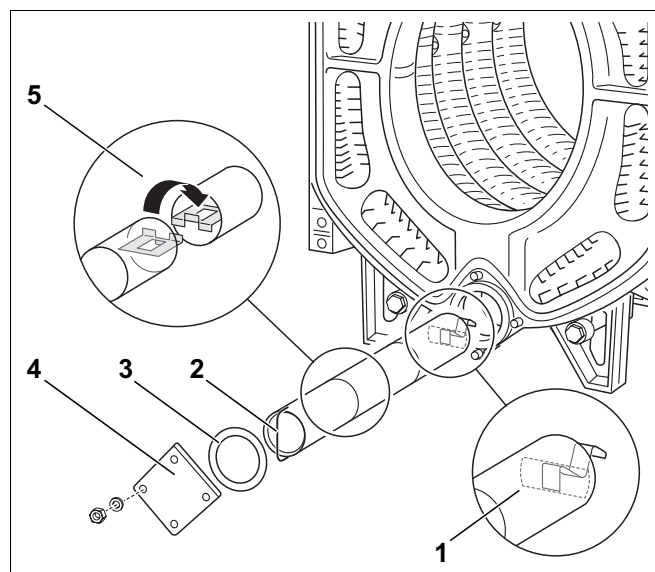

Fig. 23
- Skyv **først sperrerørelementet med fjær (L3)** inn i det nedre kjelnavet (fig. 23, **pos. 1**).
- Sett sammen de andre sperrerørelementene (L2) som vist i detaljtegningen (fig. 23, **pos. 5**).
- Som siste sperrerørelement skal elementet med håndtakdelen (L1) settes på (fig. 23, **pos. 2**).
- Steng det nedre kjelnavet med en flat pakning (fig. 23, **pos. 3**) og en blindflens (fig. 23, **pos. 4**).